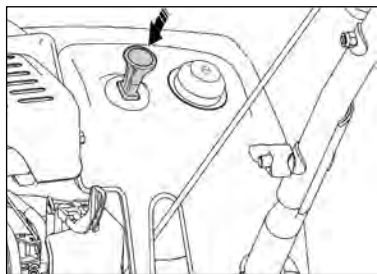

Рис. 9
3. Нажмите на ключ двигателя для перемещения его в положение «запуск» (рис. 9).